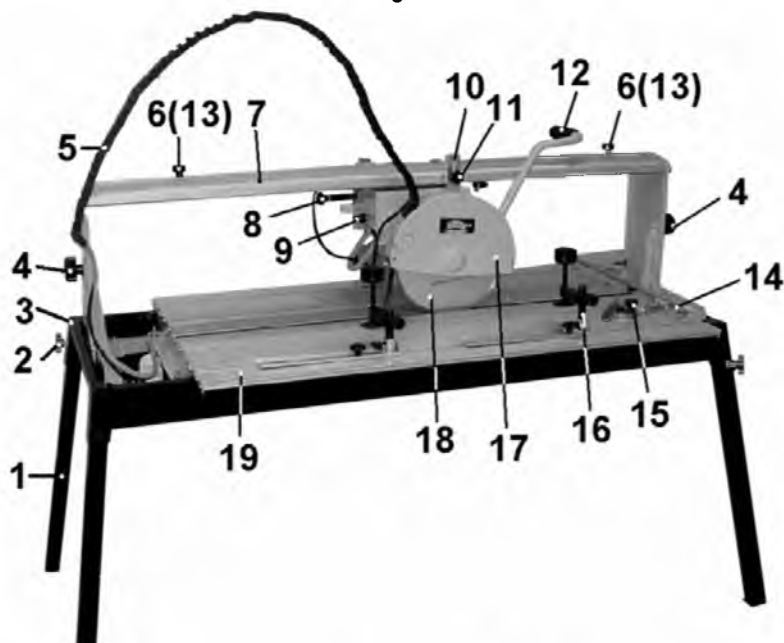
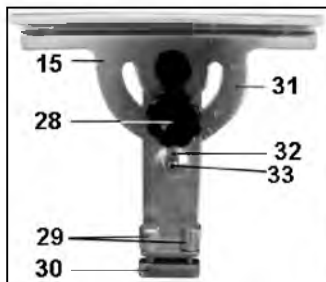
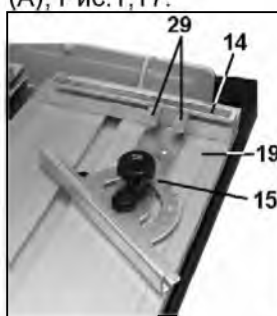
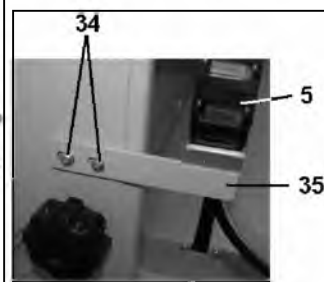

Рис. 2
Рис. 7
Рис. 8
Рис. 9
7. УСТРОЙСТВО Рис. 2,3
8. ТРАНСПОРТНОЕ ПОЛОЖЕНИЕ (Рис. 2)
9.2. Сборка плиткореза (Рис.2)
9.2.3. Установите ползун (30), Рис. 7, в паз упора (14), используя винты крепления (29), как показано на Рис.2. Регулируемый упор (15) закрепите на планке (14) рабочего стола (19), Рис.8.
9.2.4. Как показано на Рис.9, установите и закрепите винтами (34) кронштейн (35) гибкого трубопровода (5) на боковой панели плиткореза. Насос трубопровода (5) установите в поддоне (3), Рис. 2.
10.1. Регулировка угла резания (Рис. 2,3,14-16)
10.3. Регулировка ограничения хода отрезного диска (Рис. 2, 6)
11.1. Принцип работы (Рис. 2,3)
11.2. Подготовка к работе (Рис. 2, 8)
11.3. Выполнение работы (Рис. 2,3)
13. ТЕХНИЧЕСКОЕ ОБСЛУЖИВАНИЕ (Рис. 2,3)